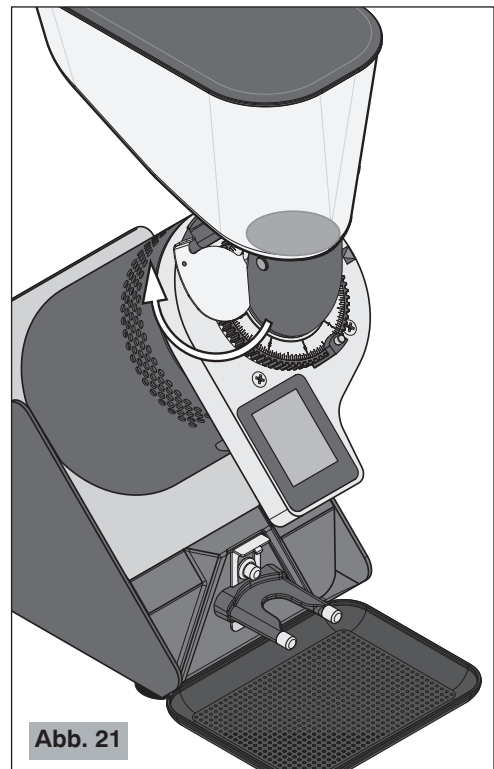

Abb. 21
**!** **Vergewissern Sie sich, dass der Kaffeebohnenbehälterverschluss des Kaffeebohnenbehälters vollständig bis zum Anschlag offen ist (siehe Abb. 21).**